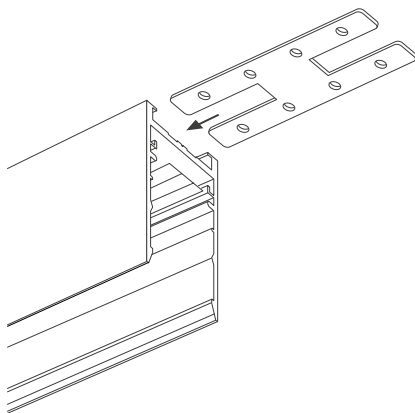

Рис. 4. Установка коннектора в пазы шинопровода
- 3.15. Установите в паз шинопровода коннектор прямой MAG-CON-25-UP (арт. 033248, 050227) на половину его длины и закрепите установочными винтами из комплекта поставки (см. рис. 4). Предварительно снимите торцевую заглушку в случае ее наличия. Ответную часть коннектора установите в соответствующие пазы другого шинопровода и/или коннектора и закрепите установочными винтами.